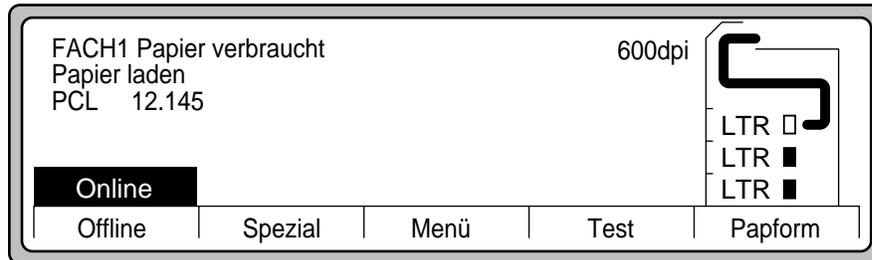

Abbildung 2-59 Fach 1 nicht bereit
- Schließen Sie die obere Abdeckung an der rechten Seite, und drücken Sie auf dem Bedienfeld die Taste **Fertig**. Daraufhin erscheint die in Abbildung 2-59 dargestellte Anzeige.